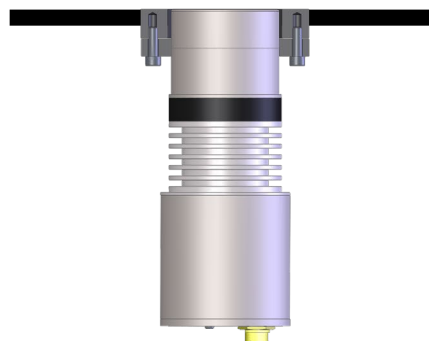

Ilustración 24: Sensor montado de forma empotrada
5. Asegúrese de que el sensor está empotrado en la pared interna del punto de instalación (Ilustración 24). Ajuste el anillo de fijación si el sensor no está empotrado.